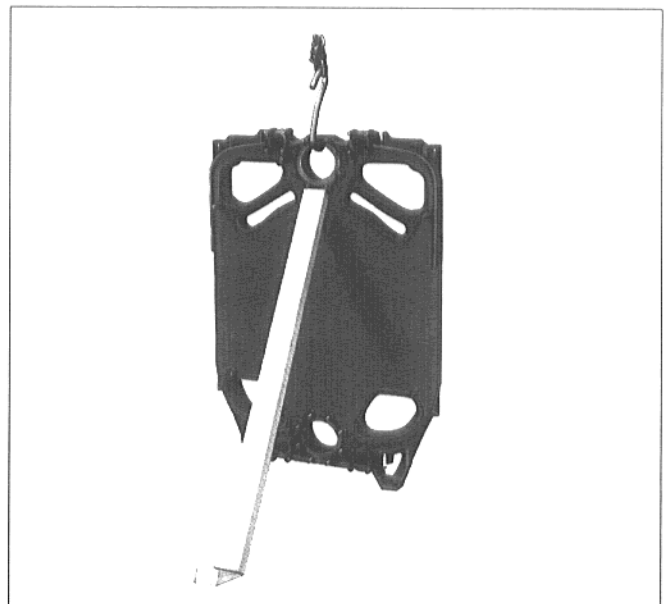

Fig. 9
- Sett opp bakelementet, rett opp, pass på at det ikke velter (fig. 9).